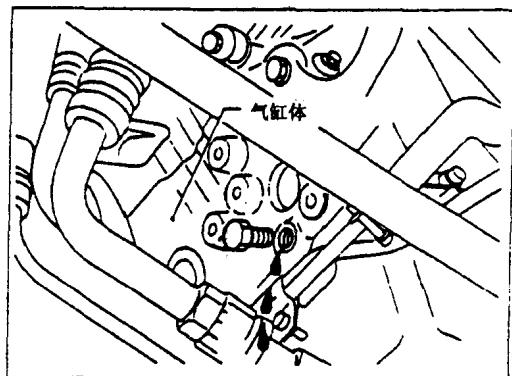

图 1-9
- (4) 关闭放泄开关, 拧紧放泄塞。
- (5) 冷却液灌满散热器, 然后预热发动机。
- (6) 发动机熄灭, 并使发动机的温度慢慢冷下来。
- (7) 按步骤 2~6 重复几次, 直至新冷却液从散热器放泄塞流出, 见图 1-9。